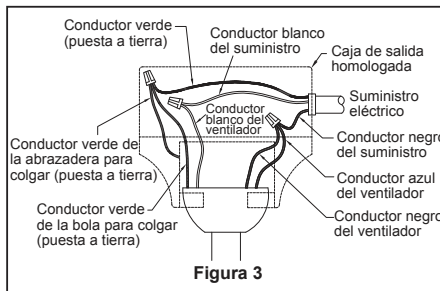

Figura 3
### Uso del soporte (Figura 3)
3. Retire el clip de horquilla y pasador de horquilla de la parte inferior de la bola para colgar. Retener el pasador y clip para la reinstalación en el paso 5. (Figura 3)
1. Fije bien la abrazadera para colgar a la caja de salida (no se incluye) con los tornillos y las arandelas provistas con la caja de salida. (Figura 3)
2. Una vez realizadas las conexiones, gire los conductores hacia arriba y, con cuidado, colóquelos dentro de la caja de salida; con los conductores blancos y verdes hacia un lado y los conductores negros hacia el otro. (Figura 3)
3. Extraiga uno de los tres tornillos en la ensamble de pantallas de luz. Guarde el tornillo para más tarde y afloje levemente los dos tornillos restantes. (Figura 3)
3. Verifique el funcionamiento del ventilador jalando suavemente de la cadena del tirador del ventilador. (Figura 3)